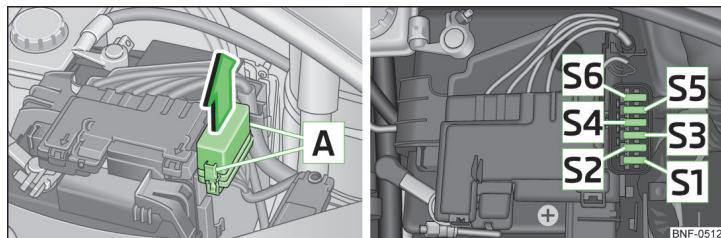

Fig. 125 Sikringsboksens afdækning / Sikringer
Sikringerne er placeret under en afdækning ved siden af bilens batteri » Fig. 125.
- Tryk låseknapperne på afdækningen **A** » Fig. 125 sammen samtidig.